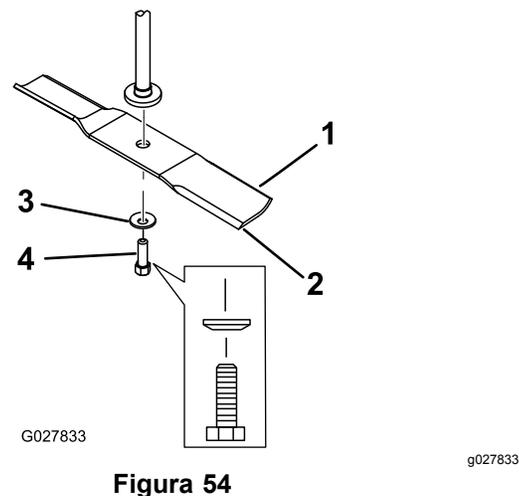

Figura 54
2. Togliete il bullone, la rondella curva e la lama dall'asse del fusello (Figura 54).
1. Montate la lama sull'asse del fusello (Figura 54).
2. Montate la rondella curva (lato concavo verso la lama) e il bullone della lama (Figura 54).